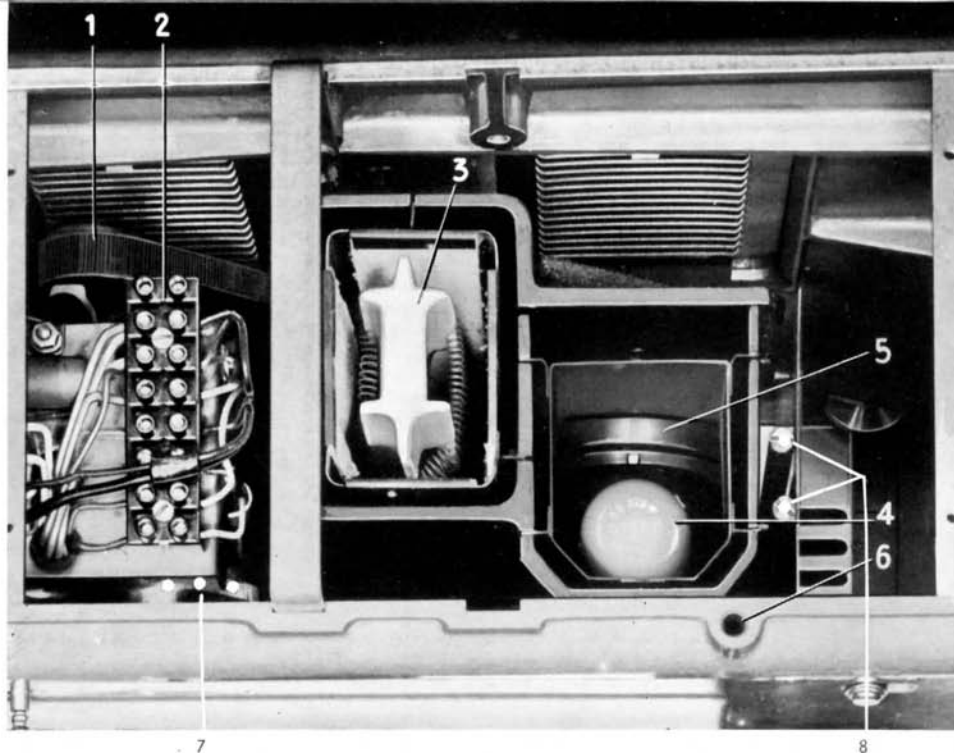

Abb. 8: Geöffnete Abdeckplatte des Bauer-Pantason S.
5. Einsteckwiderstand (Abb. 8/3) der vorliegenden Netzspannung anpassen. (Näheres siehe Seite 13.)
Das Projektor-Getriebe befindet sich in einem gekapselten Gußgehäuse. Für die Schmierung sind drei Ölrohre vorgesehen, die in Abständen von etwa 15 bis 20 Betriebsstunden geölt werden müssen. Sie sind nach Öffnen des oberen Abdeckblechs zugänglich (s. Abb. 8).
Um die höchste Lichtausbeute zu bekommen, ist es notwendig, neu eingesetzte Lampen zum Kondensator und zum Spiegel auszurichten. Durch Vorhalten einer Lupe in geeignetem Abstand vor dem Objektiv kann auf dem Projektionsschirm das Bild der Lampenwendeln abgebildet werden. Sind im projizierten Bild zwischen den Glühdrahtwendeln dunkle Stellen zu erkennen, dann muß die Lampe seitlich verschoben werden. Das ist möglich durch Verschieben des Einstellhebels Abb. 11/2. Zuvor müssen die beiden Schrauben Abb. 8/8 gelockert werden.